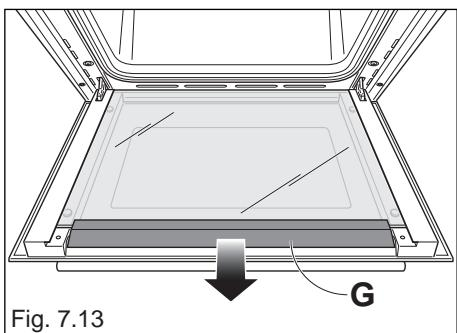

Fig. 7.13
- Retirer doucement le déflecteur "G" en haut de la porte du four (fig. 7.13).